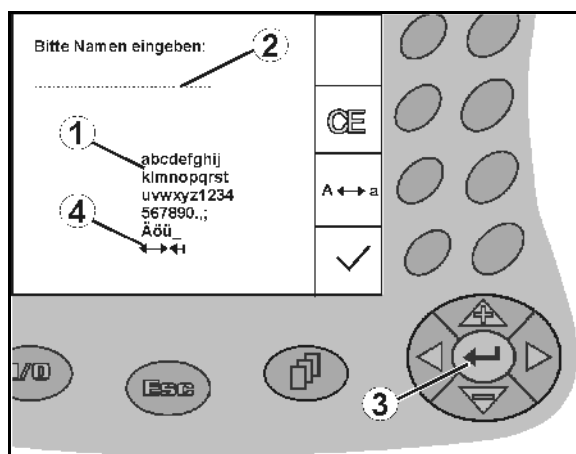

Fig. 12
Si la entrada de texto o cifras en el **AMATRON⁺** es necesaria, aparece el menú de introducción (Fig. 12).
En la parte inferior de la pantalla aparece un campo de selección (Fig. 12/1) con letras, cifras y flechas, con el que se forma la línea de introducción (Fig. 12/2) (texto o cifras).
Selección de letras o cifras en el campo de selección (Fig. 12/3).
-  Aceptar la selección (Fig. 12/3).
Las flechas  en el campo de selección (Fig. 12/4) permite un movimiento en la línea del texto.
La flecha  en el campo de selección (Fig. 12/4) elimina la última entrada.